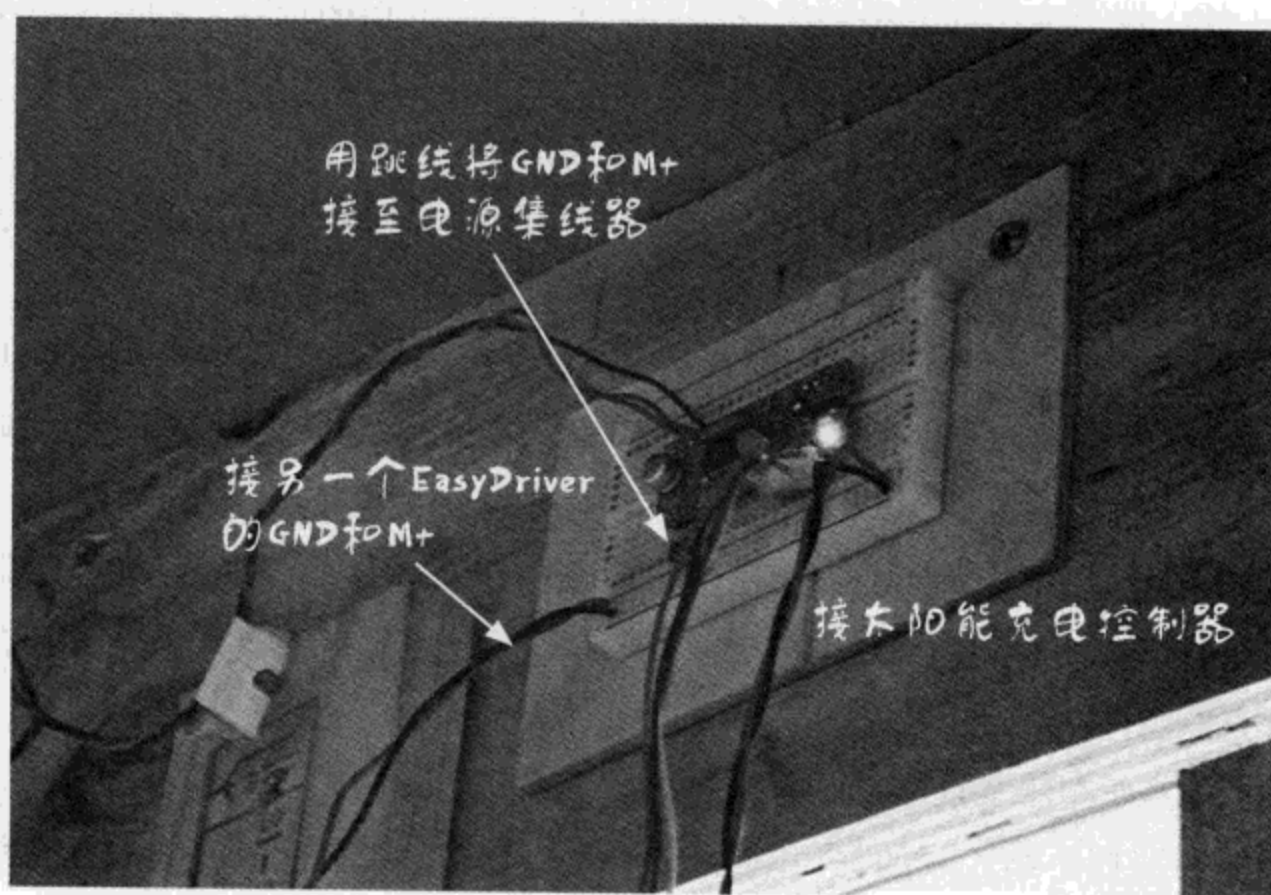

图10.26 简化接线，使电源集线端在一个EasyDriver板上
(14) 装完电机后，确认电机能按要求工作，电路板上的电线没有松动。把皮带轮装在每个电机轴上。
(15) 现在，让 SADbot 脱离太阳能板充电的电池（Arduino 板应当通过 AC 适配器插到墙上）。首先，选择 EasyDriver 驱动板作为电源集线器，如图 10.26 所示。指定面包板一侧作为集线端，然后用短跳线将 EasyDriver 的 GND 和 M+ 引脚接到这个集线端。用长连接线将这个集线端的电源与“地”接到另一个